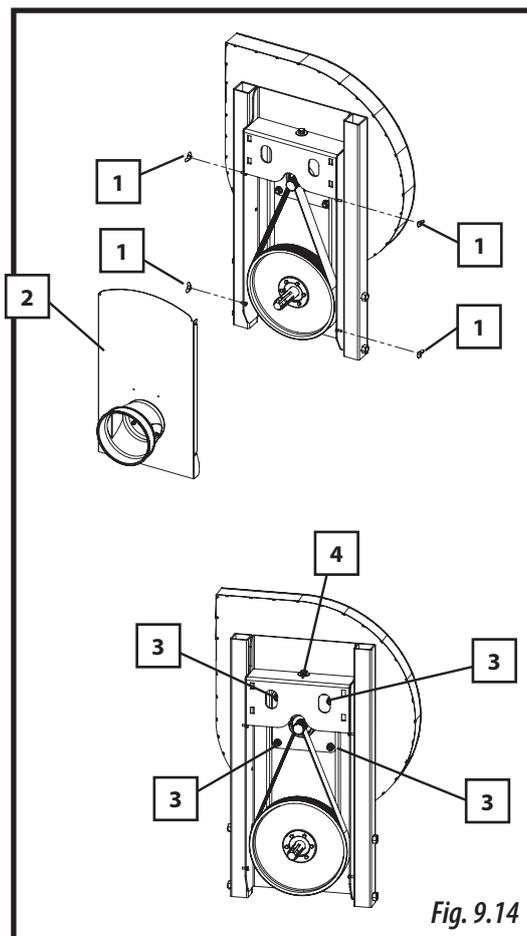

Fig. 9.14
- 1- Desserrez les écrous papillons (1, Fig. 9.14) pour déposer le couvercle de la transmission (2, Fig. 9.14).
- 2- Desserrez les quatre vis du tendeur (3, Fig. 9.14).
- 3- Agissez sur la vis (4, Fig. 9.14) pour tendre ou détendre la courroie.
- 4- Serrez les écrous (3, Fig. 9.14) pour fixer la position de la poulie.
- 5- Remettez le couvercle en place et serrez les écrous papillons (1, Fig. 9.14).